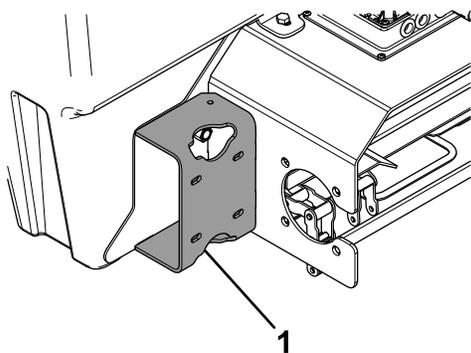

Bild 18
15. Schneiden Sie die Platte ab, an der das Getriebe montiert war (Bild 18).